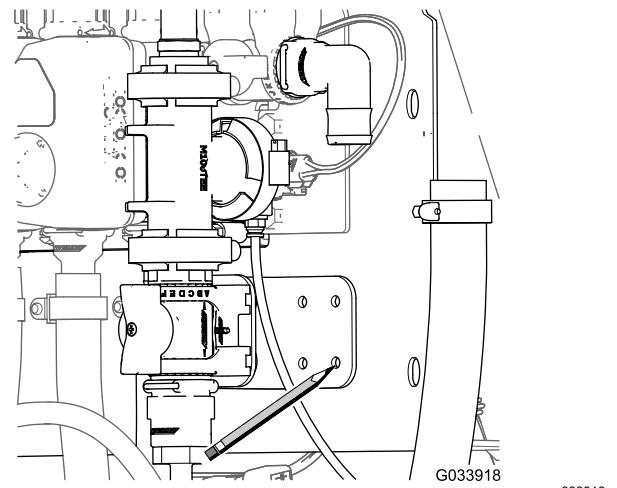

Bild 32
3. Verwenden Sie die Halterung des Regelventils als Schablone und markieren und bohren Sie die Löcher in die Halterung auf der Oberfläche der Verteilerbefestigung (Bild 32).